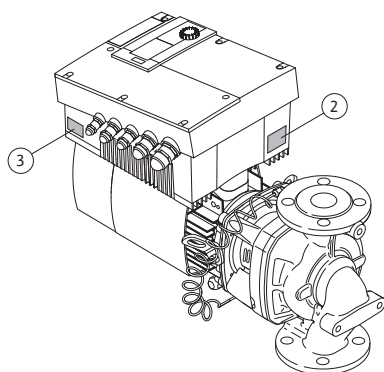

Fig. 12: Разположение на фирмените табелки:
- Фирмената табелка на задвижващия механизъм се намира на електронния модул от страната на кабелните входове (Fig. 12, поз. 3). Електрическото свързване трябва да се извърши съгласно данните, посочени във фирмената табелка на задвижващия механизъм.